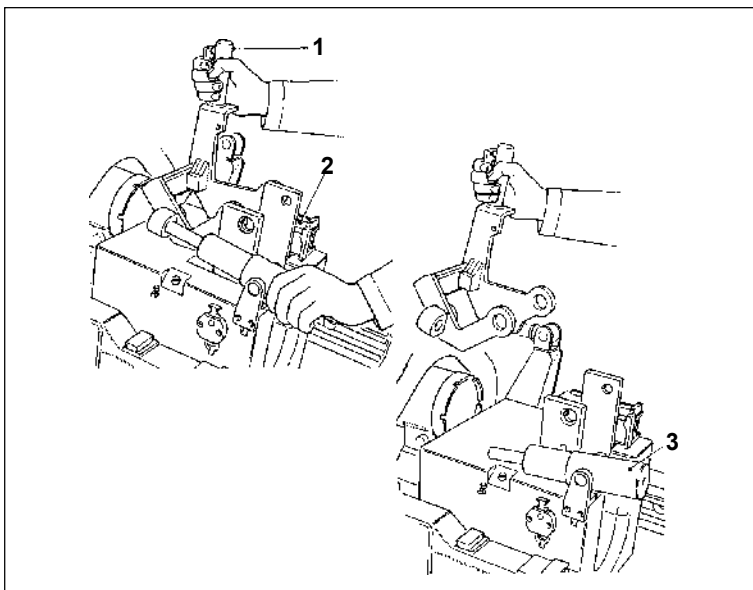

Fig 8-9. Retirada da alavanca de manobra
(7) Retire a alavanca de manobra para frente (1), soltando-a do compensador (3) (à sua esquerda) e do alojamento da cruzeta (2) (à sua direita). (Fig 8-9)